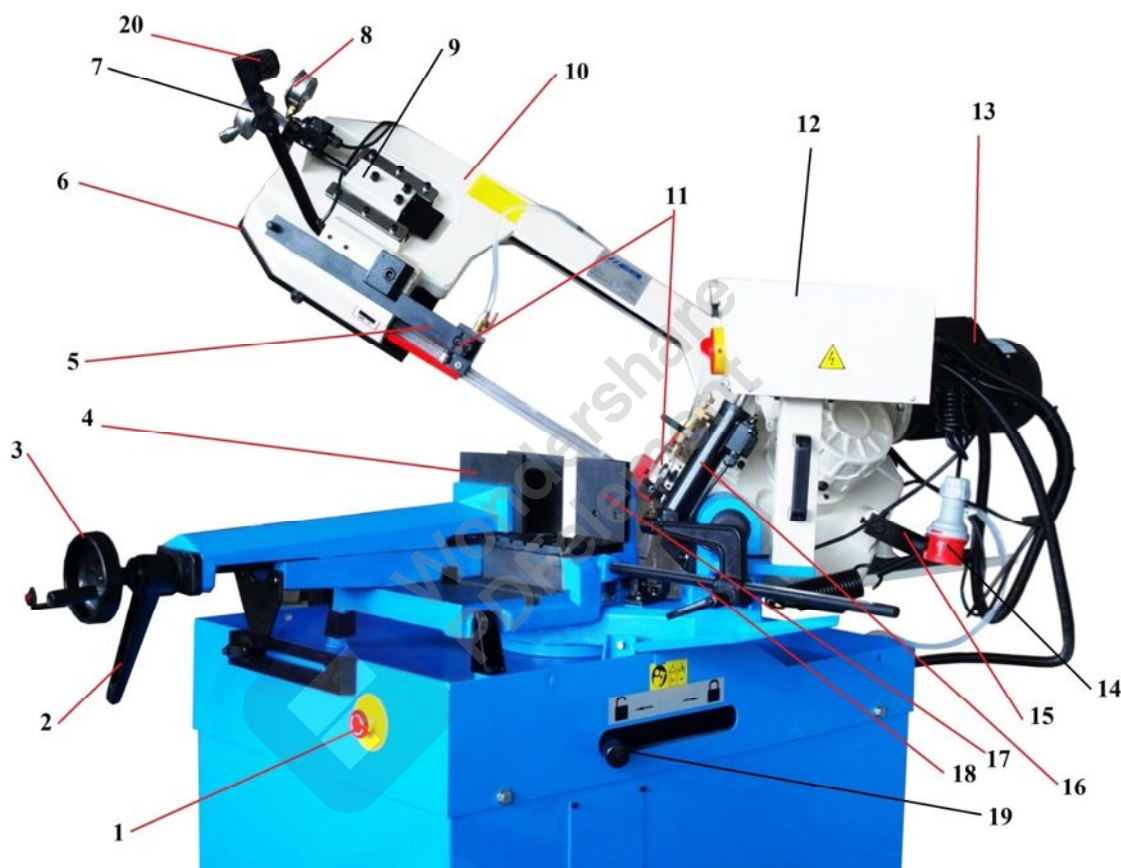

Рис. 2 Принципиальное устройство станка:
Основание станка (поз. 1 рис. 1) состоит из стальных панелей, которые создают прочную, жёсткую и устойчивую опору для размещения на нем всех остальных элементов и узлов станка. На основании станка размещён насос системы подачи смазочно-охлаждающей жидкости (СОЖ). На основании станка, со стороны тисков (поз. 3 рис. 1), установлена кнопка экстренной остановки станка (поз. 1 рис. 2).
Пильный агрегат (поз. 2 рис. 1) состоит из корпуса (поз. 10 рис. 2), изготовленного из высокопрочного чугуна. В корпусе установлены ведущее и ведомое колёса, на которые надето пильное полотно, механизм натяжения пильного полотна и микропереключатель (концевой выключатель) защитной крышки.
- устройство натяжения пильного полотна (поз. 9 рис. 2);
- электродвигатель привода ведущего колеса (поз. 13 рис. 2);
- гидравлический цилиндр подъёма-опускания пильного агрегата (поз. 16 рис. 2);
- возвращающая уравнивающая пружина (поз. 15 рис. 2);
- регулируемая (поз. 5 рис. 2) и неподвижная направляющие пильного полотна;
- подвод подачи СОЖ (поз. 11 рис. 2);
- пульт управления (поз. 12 рис. 2).
Система фиксации заготовки (тиски поз. 3 рис. 1) предназначена для крепления заготовки при резании. Тиски состоят из подвижной (поз. 4 рис. 2) и неподвижной губок (поз. 17 рис. 2), винта с маховиком (поз. 3 рис. 2) для перемещения подвижной губки (поз. 4 рис. 2) и рычага блокирования подвижной губки (поз. 2 рис. 2). В корпус тисков ввёрнут стержень регулировки длины отрезаемой заготовки (поз. 18 рис. 2).
- нажатием кнопки (поз. 4 рис. 3) пуск («I») – при этом запустится электродвигатель привода пильного полотна (поз. 13 рис. 2).
Использование кнопки аварийной остановки (поз. 1 рис. 2) для остановки пильного агрегата **НЕ РЕКОМЕНДУЕТСЯ**.
При возникновении внезапных появлении посторонних, не характерных для нормальной работы шумов, запаха гари, напряжения на корпусе станка, поломке полотна, исчезновении электроэнергии и прочих ситуациях угрожающих безопасной работе на станке, остановите станок нажатием кнопки аварийной остановки (поз. 1 рис. 2). После остановки станка кнопкой аварийной остановки:
Для установки угла распила переведите рычаг (поз. 19 рис. 2) блокирования пильного агрегата в сторону от электродвигателя.
Управление пильным агрегатом возможно выполнять вручную с помощью ручки (поз. 20 рис. 2) или автоматически с помощью гидравлического цилиндра (поз. 16 рис. 2).